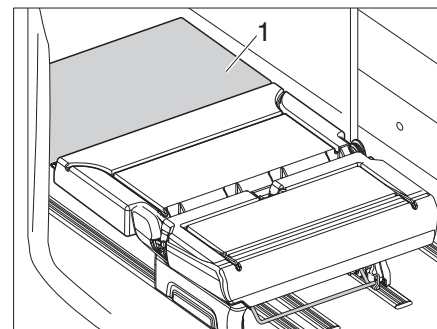

Fig. 16 Trasformazione del divanetto in letto
- Spingere il divanetto completamente all'indietro portandolo a livello della prolunga del letto (Fig. 16,1).